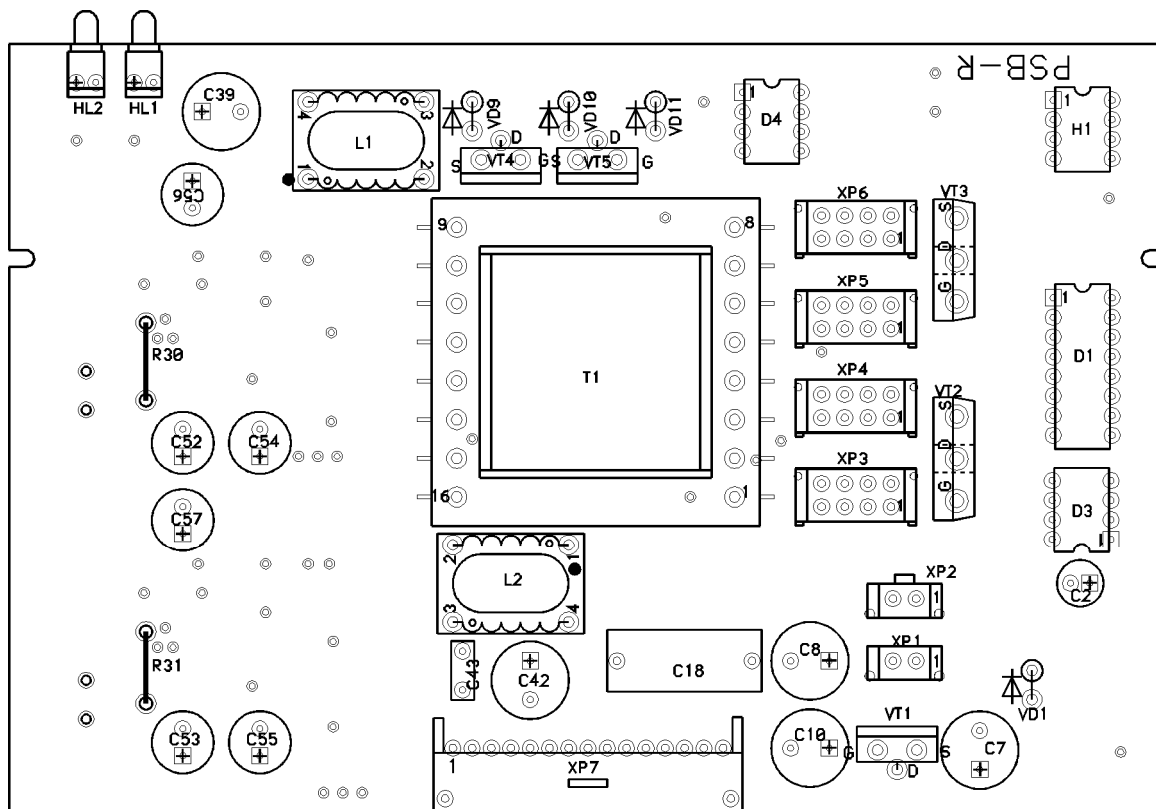

Рисунок 9
2.2.1.4 Блок питания PSB-R установить на плате кросс-ТС в позицию **“PSB”**. На блоке питания переключками задать входное питающее напряжение 65 В (см. рисунок 9 и 2.5.4).
Для питания блока PSB-R от **12 В** необходимо установить две перемычки в разъемы XP1 и XP3 (см. рисунок 9).